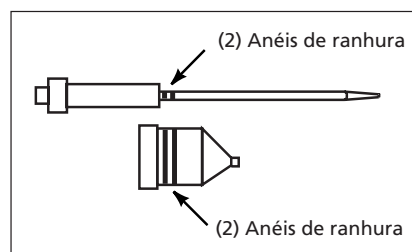

Figura 4 - Kit de agulha de material espesso
4. A agulha e o bocal de material espesso têm dois néis de ranhura conforme mostra a Figura 4 abaixo.